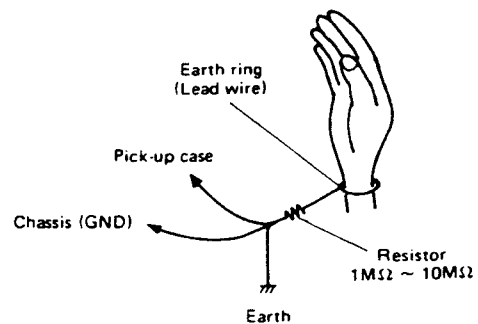

Fig.4-2
- (1) Do not touch the laser diode terminal, the LD plate and circuit components.
- (2) While adjusting the laser pick-up, be sure to ground connected instruments and your body to prevent static electricity destroying the laser diodes (See Fig. 4-2).
- (3) Laser beams are similar to infrared rays. Do not look at the beams directly, and keep your eyes at least 30cm away from them.
- (1) レーザー・ダイオード端子, 及びLDプレート, 回路部品に直接手を触れぬこと.
- (2) 光ピックアップを取り扱う際は, 測定器等に確実なアースを取ること. 又, 人体アースを行ない, 静電気破壊を防止してください. (Fig.4-2参照)
- (3) レーザ光は近赤外で目視は困難です. 目の安全のため目を対物レンズから30cm以上離してください.